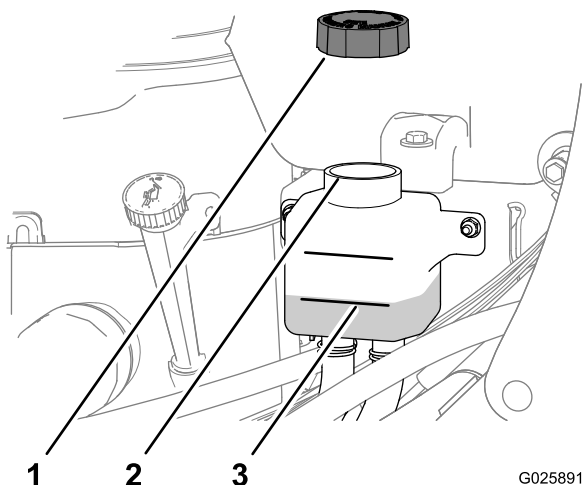

Figura 58
3. Retire el tapón del depósito de expansión y compruebe el nivel de aceite hidráulico del depósito (Figura 58).
4. Si es necesario, añada el aceite para transmisión especificado hasta que el nivel de aceite llegue a la línea FULL COLD del depósito de expansión (Figura 58).